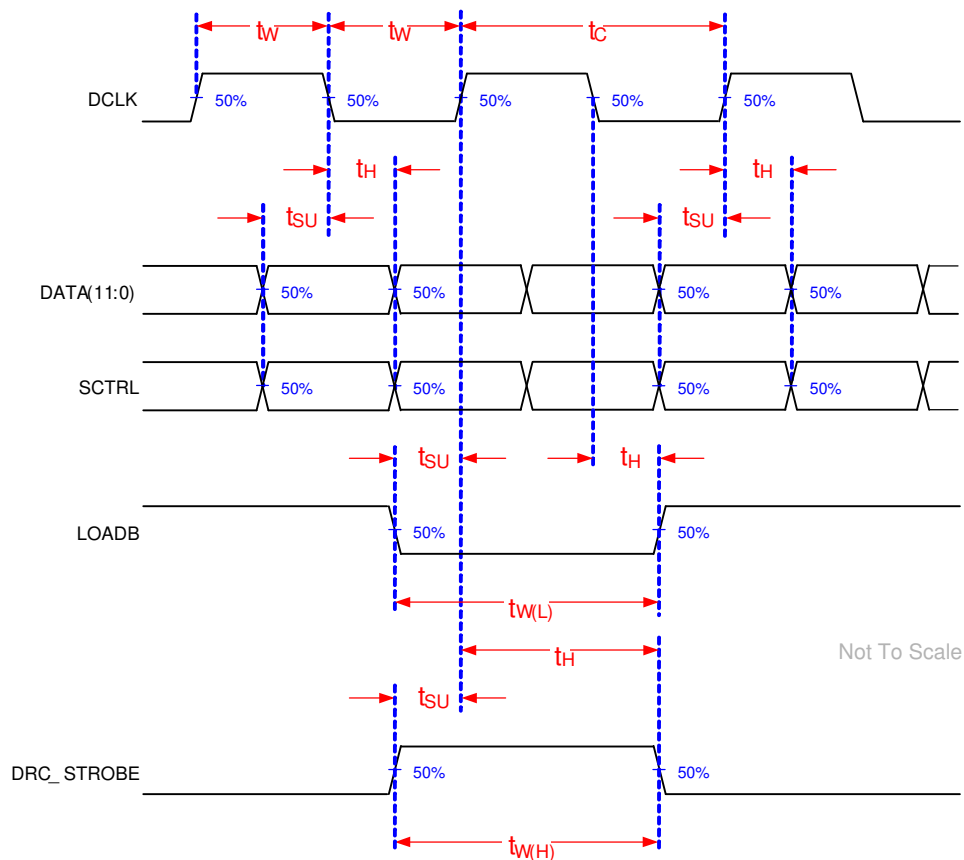

图 6-2. Switching Parameters 1
- (1) Refer to 图 6-2 and 图 6-3.